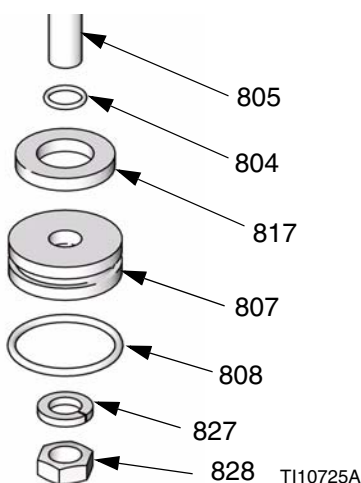

FIG. 35 : Piston court à double colonne
4. Poser la tige du piston (805) sur un établi ou une autre surface de travail.
5. Retirer l'écrou (828), la rondelle (827), le piston (807), la butée (817) et les deux joints toriques (804, 808). Voir FIG. 35.